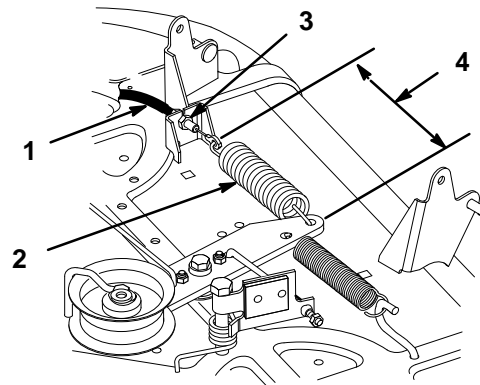

Abbildung 46
12. Den Mähwerkhebel am Armaturenbrett einrasten. Den Abstand zwischen den Hakenenden der Leitradfeder messen (Abb. 46). Die Gegenmuttern so einstellen, daß ein Wert von 6" (150 mm) erzielt wird (Abb. 46).